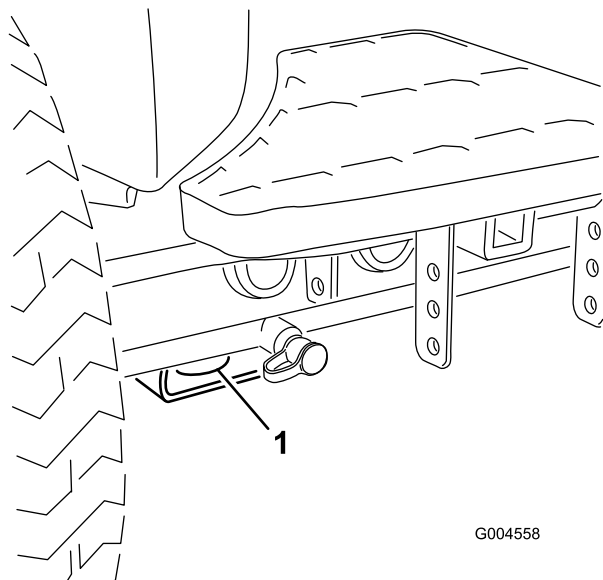

図 44
- ・ 前：各前輪の内側、アクスル・チューブの下にある四角いパッド(図 44)